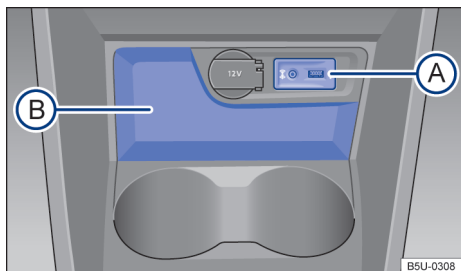

Fig. 93 No console central dianteiro: porta-objetos.
No console central dianteiro, existe um porta-objetos aberto → Fig. 93 (B).